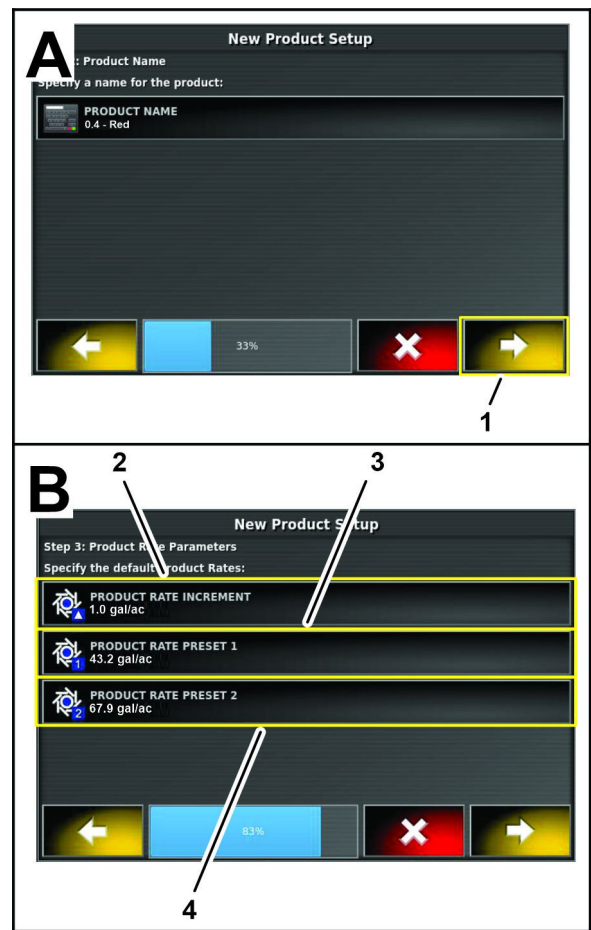

Figure 119
8. À l'étape 2 de la boîte de dialogue de programmation d'un nouveau produit, appuyez sur l'icône SUIVANT (Figure 119).
9. À l'étape 3 de la boîte de dialogue de programmation d'un nouveau produit, appuyez sur l'icône AUGMENTATION DE DÉBIT (Figure 119).
11. À l'étape 3 de la boîte de dialogue de programmation d'un nouveau produit, appuyez sur l'icône PRÉGLAGE DE DÉBIT 1 (Figure 119).
13. À l'étape 3 de la boîte de dialogue de programmation d'un nouveau produit, appuyez sur l'icône PRÉGLAGE DE DÉBIT 2 (Figure 119).